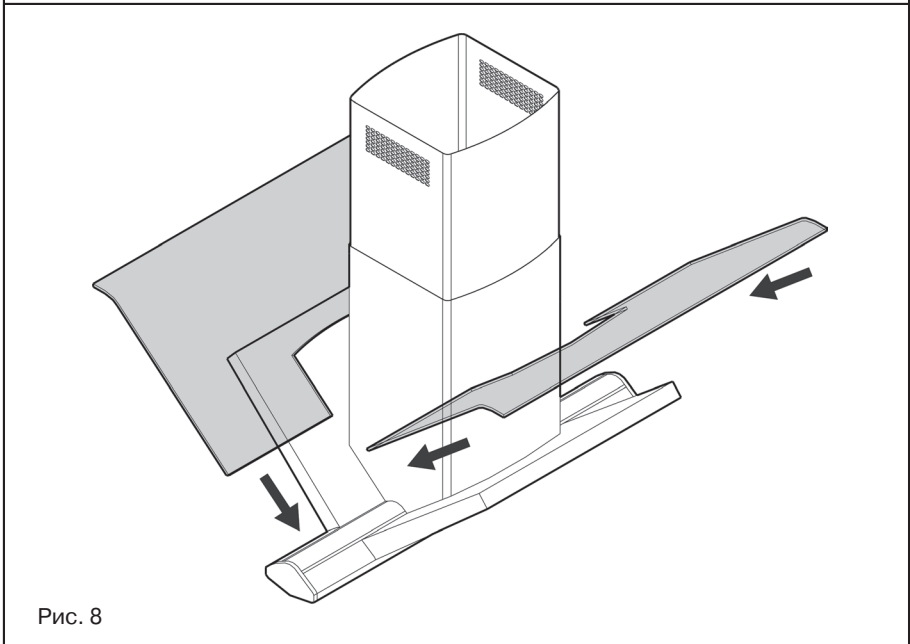

Рис. 8
14. Только для мод. DIE 995 F: установите 2 стеклянных экрана (рис. 8).